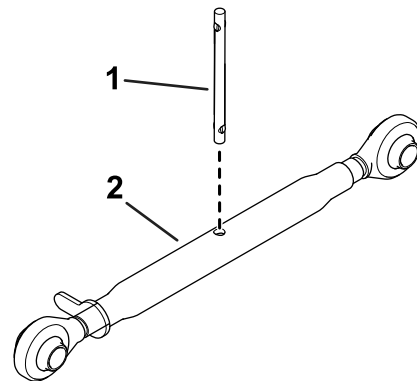

Figura 6
- Instale la varilla en el brazo superior (Figura 6).